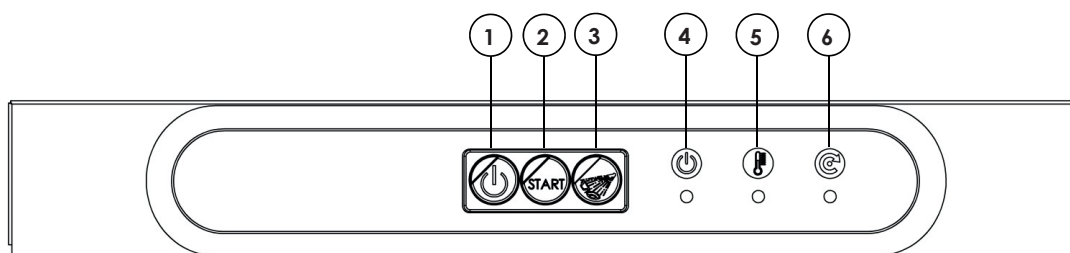
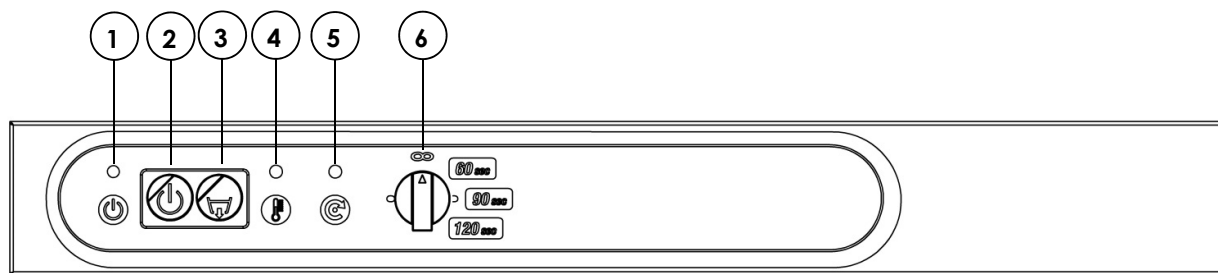

Fig. 14a
Fig. 14c
LAVAVAJILLAS DE CARGA FRONTAL (rif. fig. 14a o 14b)	Lavavajillas de capota (rif. fig. 14c)
5. Selección de los tiempos de lavado		<p>Antes de iniciar el lavado, seleccione el tiempo deseado con el SELECTOR DE TIEMPOS DE LAVADO (6).</p> <p>Pos. 1: Lavado 45 seg. Enjuague 15 seg. Total del ciclo 60 seg.</p> <p>Pos. 2: Lavado 75 seg. Enjuague 15 seg. Total del ciclo 90 seg.</p> <p>Pos. 3: Lavado 105 seg. Enjuague 15 seg. Total del ciclo 120 seg.</p> <p>Pos. O: La posición O es una posición especial que FIJA la función actual del lavavajillas:</p> <ul style="list-style-type: none"> <li>- si la máquina está lavando, continuará el lavado al infinito;</li> <li>- si la máquina está enjuagando, continuará el enjuague al infinito;</li> <li>- si la máquina está parada, no se pondrá en marcha abriendo o cerrando la capota.</li> </ul>
6. Lavado	<p>Abra la puerta, introduzca la cesta con la vajilla (asegúrese de que su disposición respeta lo establecido en el apartado 3.4 – SEGUNDA PARTE), cierre la puerta y presione el PULSADOR DE INICIO DEL CICLO (2) para empezar la fase de lavado: el INDICADOR DE CICLO ACTIVADO (6) se enciende.</p> <p>El ciclo termina cuando se apaga el INDICADOR DE CICLO ACTIVADO (6).</p>	<p>Levante la capota, introduzca la cesta con la vajilla (asegurándose que esta respeta lo establecido en el apartado 3.4 – SEGUNDA PARTE), baje la capota y presione la manija de cierre de la capota hacia abajo: el INDICADOR DE CICLO ACTIVADO (5) se enciende</p> <p>El ciclo de lavado/enjuague inicia de forma automática.</p> <p>El ciclo termina cuando se apaga el INDICADOR DE CICLO ACTIVADO (5).</p>
7. Enjuague suplementario	<p>Si el lavavajillas está preparado para la activación manual del enjuague (fig.14a) y si se desea realizar otro enjuague más, mantenga presionado el PULSADOR DE ENJUAGUE MANUAL (3) para establecer el tiempo de enjuague deseado.</p>
1. apague el lavavajillas (utilizando el INTERRUPTOR DE ENCENDIDO (figuras 14a, 14b o 2 fig. 14c)